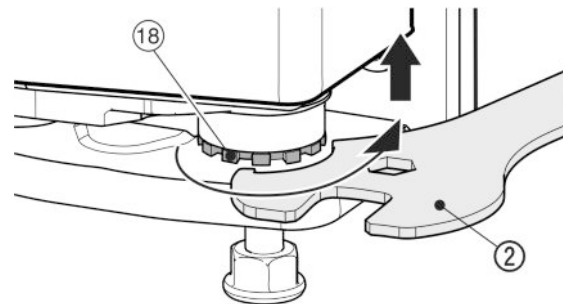

Fig. 18
- ▶ Aby unieść drzwi trzpień zawiasu Fig. 18 (18) wykręcić w prawo przy pomocy dołączonego klucza widlastego Fig. 18 (2). Podczas dostawy trzpień zawiasu jest całkowicie wkręcony.